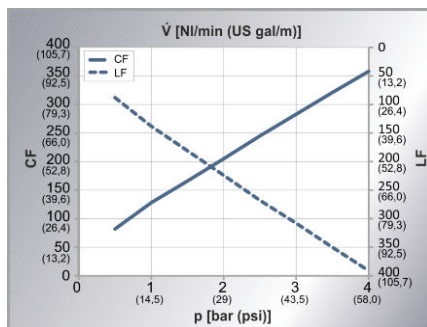

Abb. 5: Kennlinie
- Luftverbrauch: siehe Kennlinie Abb. 5